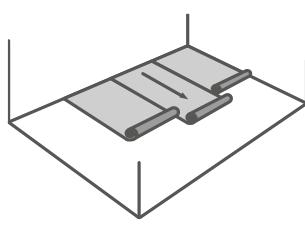

Рисунок 6
10.4.1 Рулоны пены укладываются поперёк длинной стороны помещения, плотно к стенам и друг к другу по всей площади помещения (см. Рисунок 6).